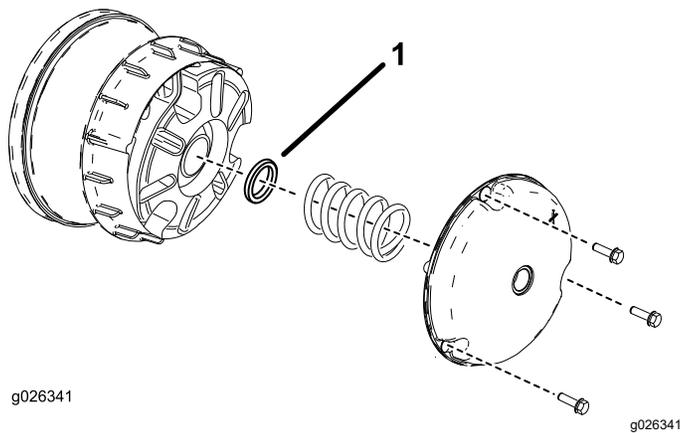

Figura 62
- Rimuovete i bulloni che fissano il carter della frizione principale come illustrato in Figura 62.